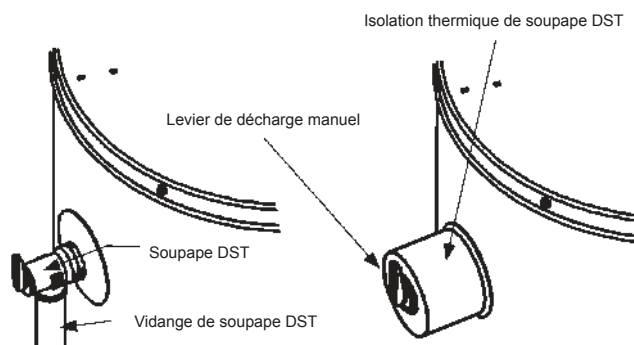

FIGURE 11.
1. Repérer la soupape de décharge à sécurité thermique sur le chauffe-eau (également connue sous le nom de soupape DST). Voir Figure 11.
3. Écarter la fente et glisser l'isolation sur la soupape de décharge à sécurité thermique. Voir Figure 11. Appliquer une légère pression sur l'isolation de manière à ce qu'elle soit complètement installée sur la soupape de décharge à sécurité thermique. Une fois installée, sécuriser l'isolation avec du ruban adhésif, du ruban isolant ou équivalent. **IMPORTANT :** L'isolation et le ruban ne doivent pas bloquer l'ouverture de décharge ou gêner l'accès au levier de décharge manuel (Figure 11). S'assurer d'installer une conduite de décharge dans l'ouverture de décharge de la soupape de décharge à sécurité thermique selon les instructions de ce manuel.